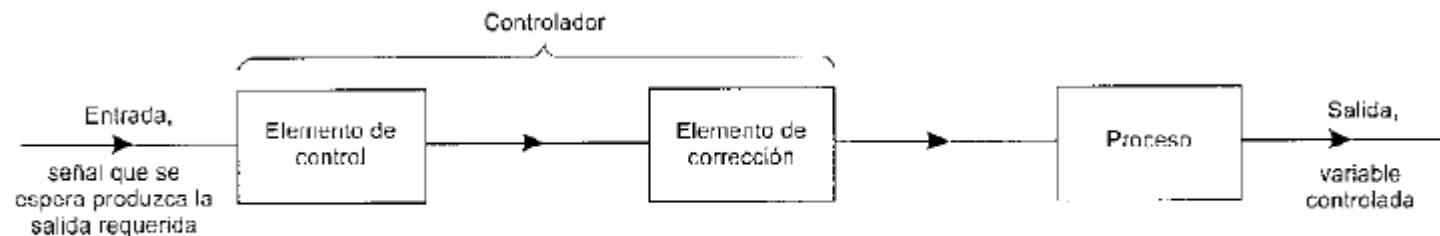

Figura 1.7 Subsistemas en un sistema de control en lazo abierto
- Se puede considerar que un sistema en lazo abierto consiste en algunos subsistemas básicos arreglados como se muestra en la figura 1.7.